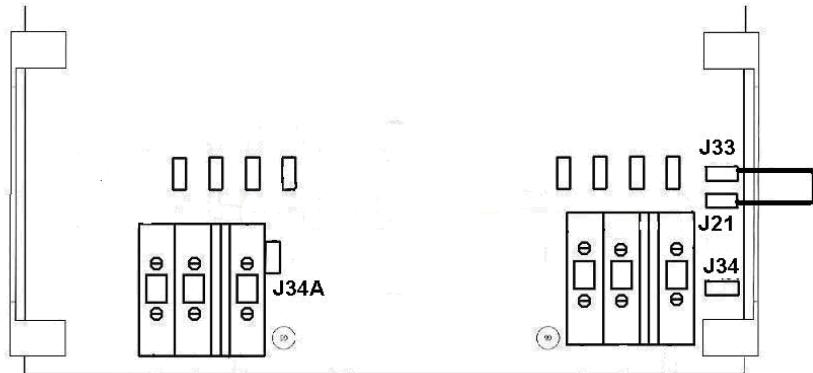

Abb. 5: Fehlerstromschutzschaltung (Fl-Schalter)
2.4 Fehlerstromschutzschaltung (Abb. 5)
Im Ausgang des Trenntrafos muss ein Fehlerstrom- Schutzschalter eingebaut werden. Dazu muss der Ausgangs-Nulleiter geerdet werden (Verbindung mit dem Stahlrumpf). Dies wird mit einem Überbrückungskabel zwischen den Anschläßen J21 und J33 (siehe Abb. 5) und der Erdung des Gehäuses erreicht.